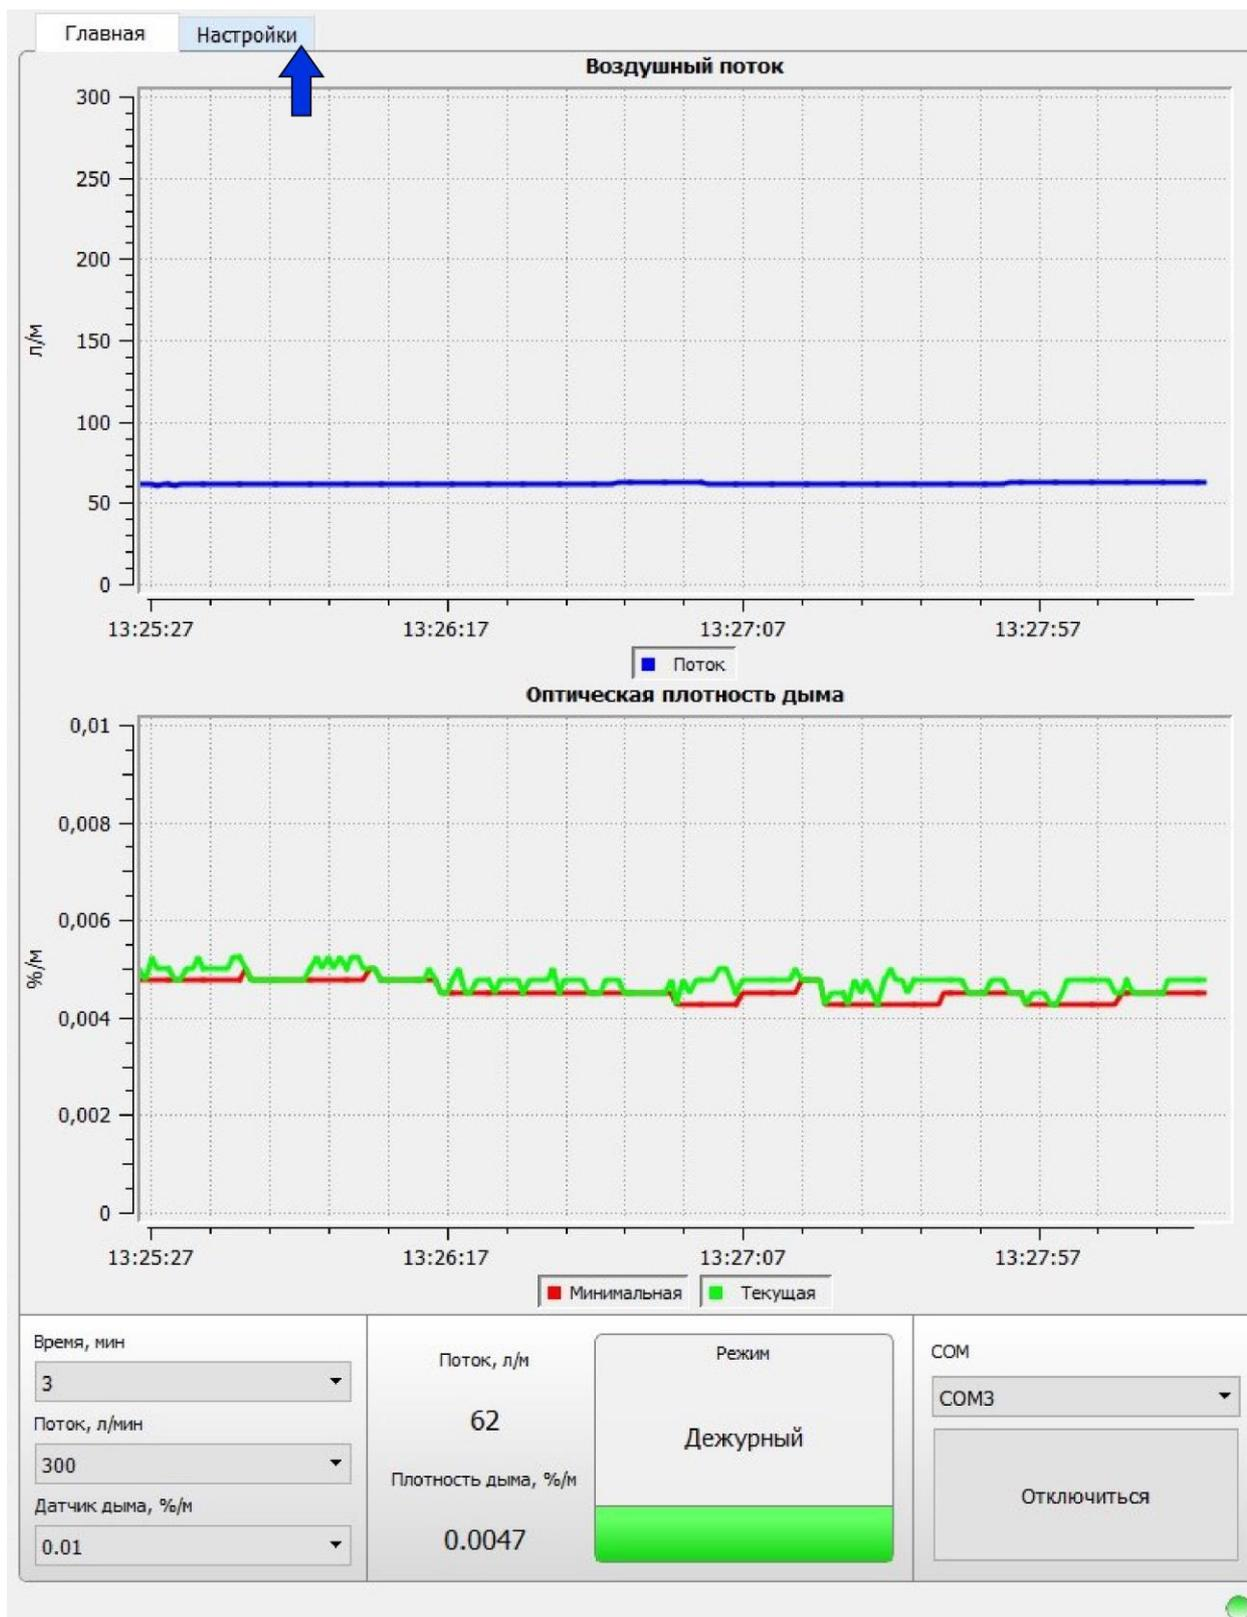
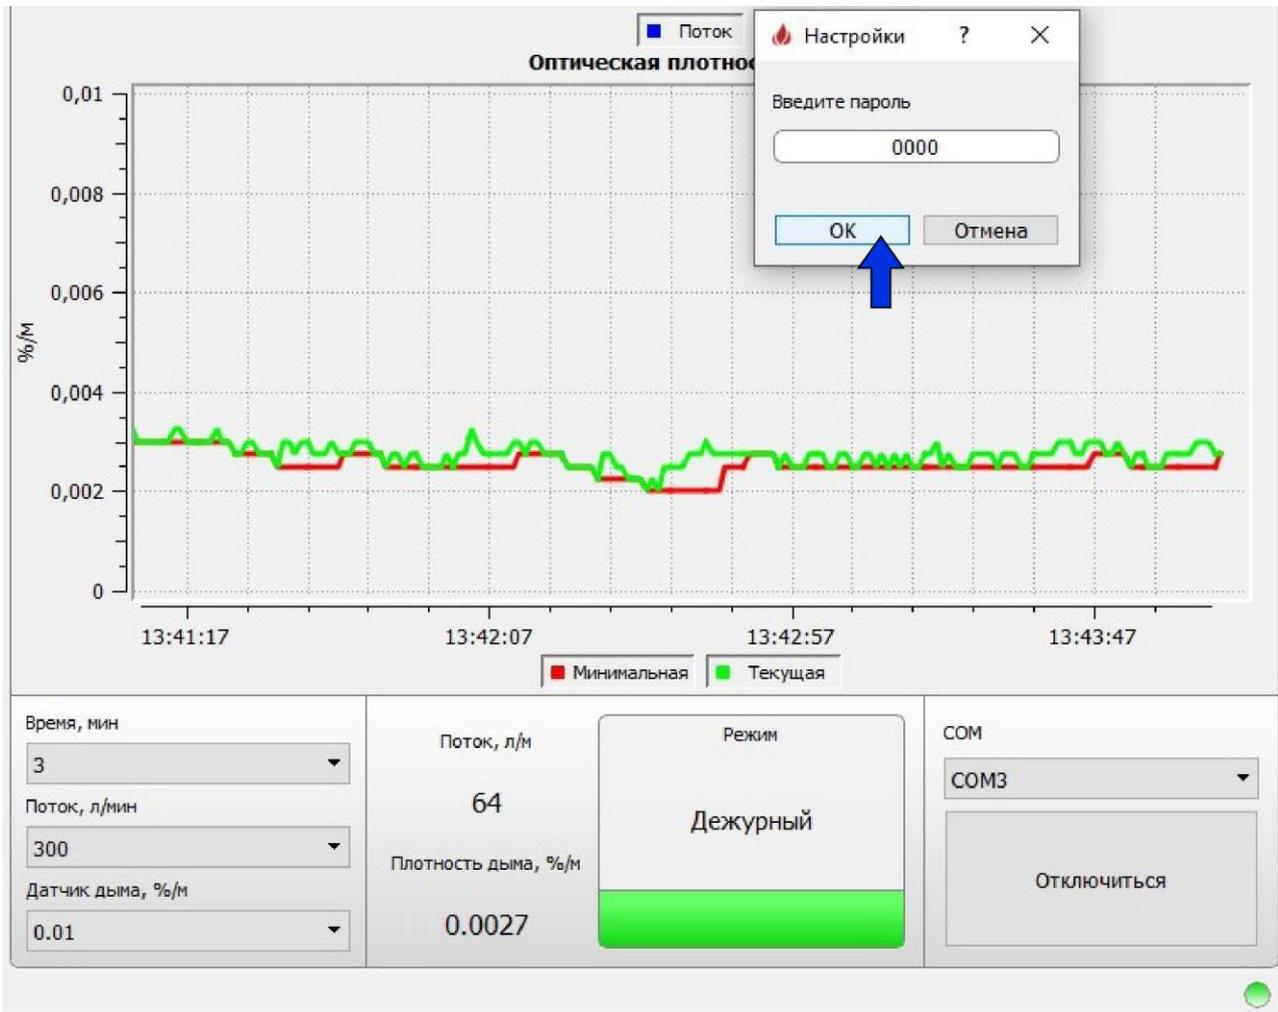
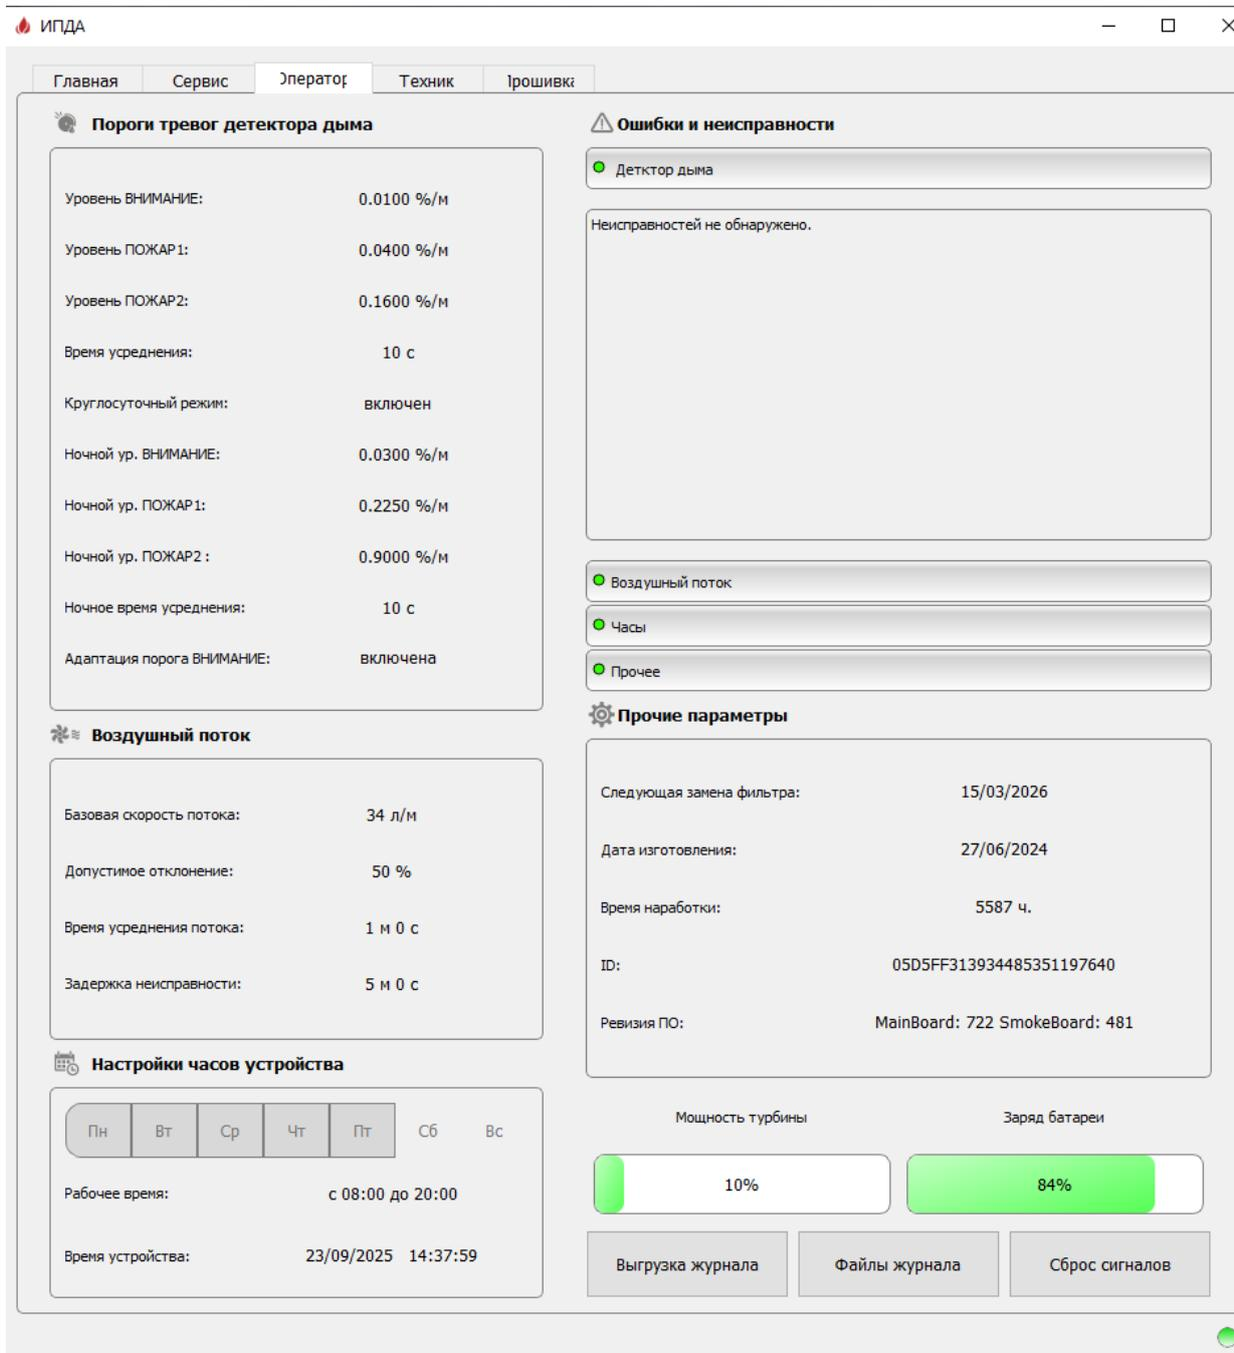

Рисунок 11 – Главное окно программы NewIPDA
Рисунок 12 – Ввод пароля «ОПЕРАТОР»
Рисунок 13 – Окно программы NewIPDA «Оператор»
4.9 При подключении извещателя к компьютеру и запуске программы NewIPDA загружается главная закладка, на которой отображаются в графическом и в цифровом виде текущие уровни удельной оптической плотности и воздушного потока (рис. 11).
Для просмотра запрограммированных параметров извещателя необходимо активировать закладку «Настройки» (рис. 11), ввести в окно пароль оператора «0000» (рис. 12) и открыть закладку «Оператор» (рис. 13).